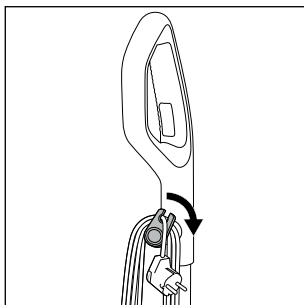

Fig. 12
- ◆ Desfășurați complet cablul de alimentare ❶ de la suporturile superior și inferior de cablu ❶/❷. Pentru a desfășura rapid cablul de alimentare ❶ de la suporturile de cablu ❶/❷ trageți puțin în afară suportul superior de cablu ❶ și rotiți-l în jos (a se vedea fig. 12).